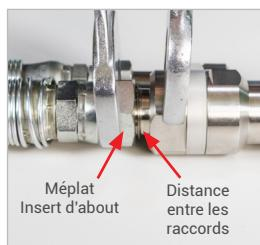

Figure 7
- ▶ Ne pas couvrir la zone entre les raccords (*Figure 7*). La pression doit pouvoir s'échapper sans entraves pendant le desserrage. Veiller à respecter une distance de sécurité suffisante par rapport au corps, au visage et aux mains lors du desserrage du raccord.
- ▶ Desserrer le raccordement du flexible de remplissage sur le raccord en « B2 » de l'insert d'about (pos. 7) du break-away. Pour ce faire, exercer une contre-pression sur le méplat SW(2) de l'insert d'about (*Figure 7*).
- Attention :** ne pas couvrir la zone située entre le flexible de remplissage et le break-away (*Figure 7*).